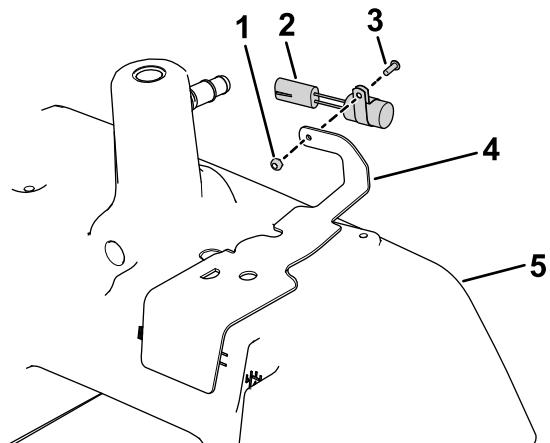
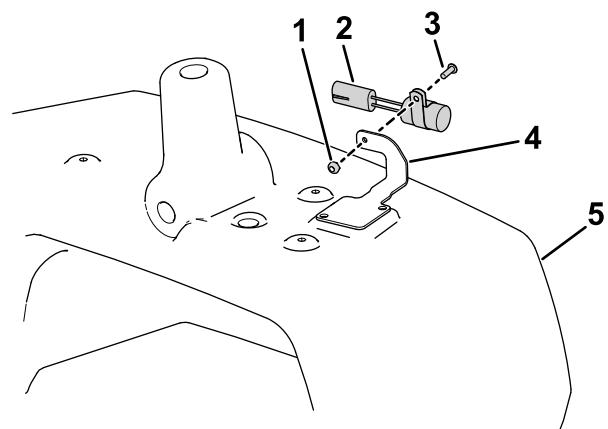

Figura 5
Figura 6
- Utilizzate la vite (5/8") e il dado di bloccaggio per installare il timer di ritardo sulla copertura del livello dell'olio (solo modelli TriFlex diesel e Greensmaster 3250); fate riferimento alla Figura 5 o alla Figura 6.
- Posizionate il coperchio del livello olio, ma non fissatelo ancora al serbatoio idraulico principale (Figura 5).
10. Montate il coperchio del livello olio e il gruppo della valvola a solenoide sul serbatoio idraulico principale con 2 bulloni a testa esagonale e la staffa dello schermo di protezione (**Figura 5**).